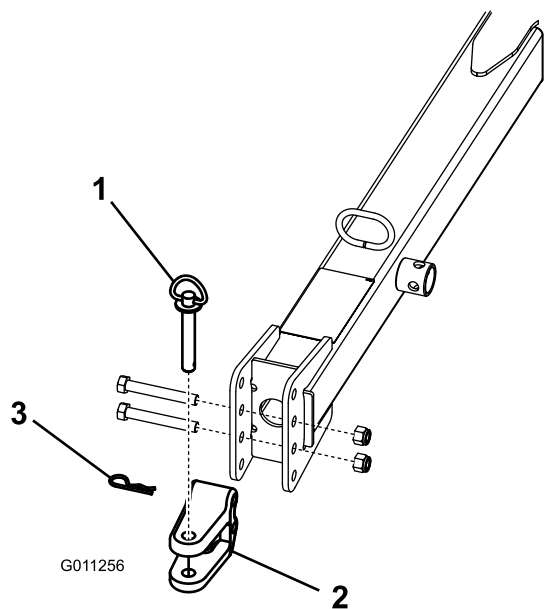

图 10
- 卸下将挂钩 U 形销图 10 固定到挂钩牵引杆上的螺栓和锁紧螺母。